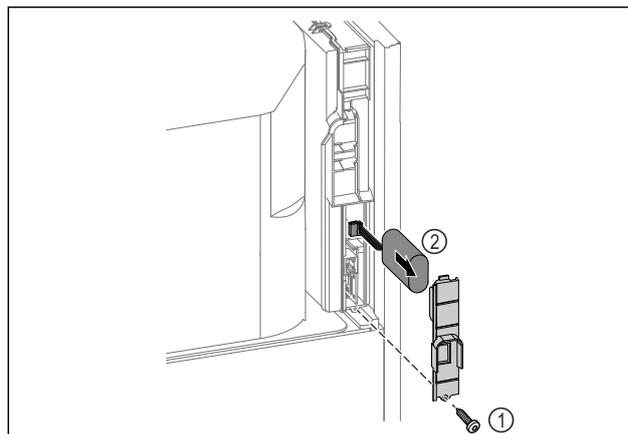

Fig. 259
- ▶ Desenroscar el tornillo y retirar la cubierta de la parte trasera del electrodoméstico Fig. 259 (1).
- ▶ Desconectar la batería y extraerla Fig. 259 (2).